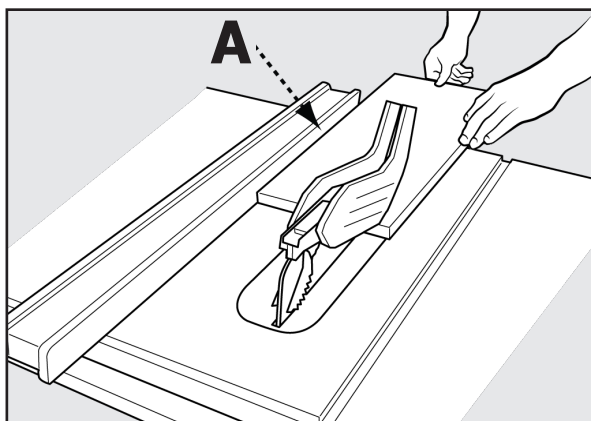

FIGURE 28
8. Maintenez la pièce à plat sur la table et contre le guide (A). La pièce doit avoir un bord droit contre le guide et ne doit pas être déformée, tordue ou courbée. Voir la position correcte des mains dans la Figure 28.